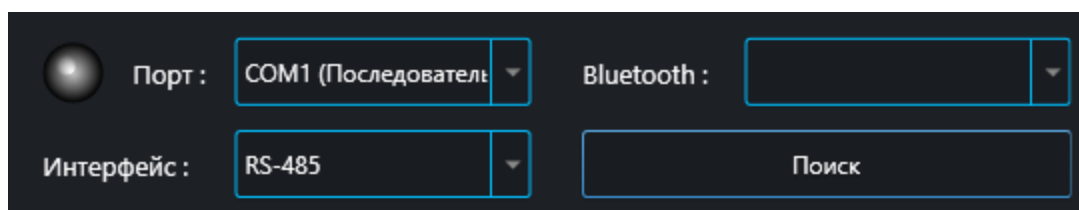

Рис. 68
7. Выбрать “Порт”, “Интерфейс/Bluetooth” (Рис. 68). Поиск устройства по Bluetooth выполняется кнопкой “Поиск”. Подключиться к устройству, путем нажатия кнопки .